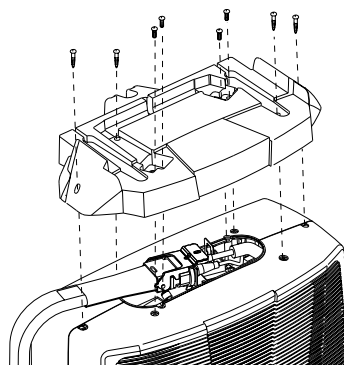

fig. 3
- 3) Retirez la poignée, en dévissant les 4 vis métriques, puis le couvercle, en dévissant les 4 vis autotaraudeuses (voir figure 3).